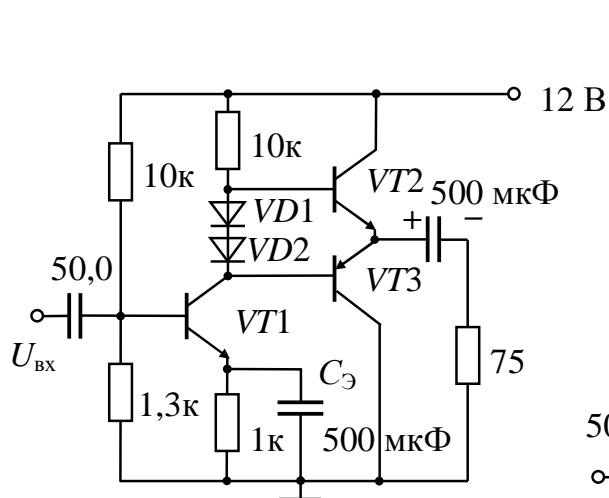

Рис. 1
**Цель работы.** Целью лабораторной работы является экспериментальное исследование бестрансформаторных выходных каскадов УНЧ: с питанием от однополярного и двухполярного источника, в режимах классов *B* и *AB*, с различными цепями ООС и ПОС, с квазидополнительной симметрией. Оценивается КПД каскада при максимально достижимой неискаженной амплитуде синусоидального выходного сигнала. Схемы исследуемых усилителей представлены на рис. 1 и 2.
2. Для выходного каскада с однополярным источником питания в режиме класса *AB* (рис. 1):